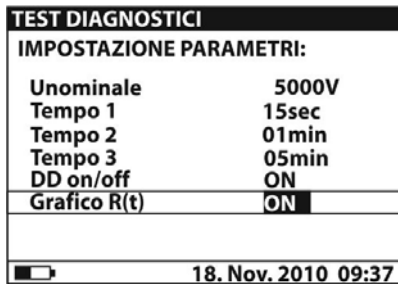

Fig. 27: Impostazione parametri
3. Premere nuovamente il tasto **SELECT** per entrare nel menu di impostazione dei parametri di misura. Lo strumento mostra la videata di Fig. 27
6. Per attivazione della videata grafica è necessario impostare a ON il parametro Grafico R(t) (vedere Fig. 27). La durata della funzione grafico è pari al valore impostato del parametro Time3